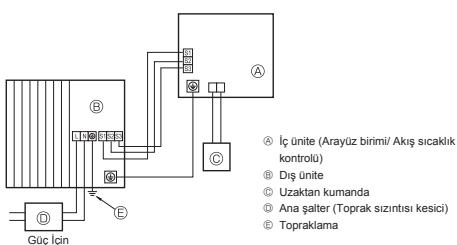
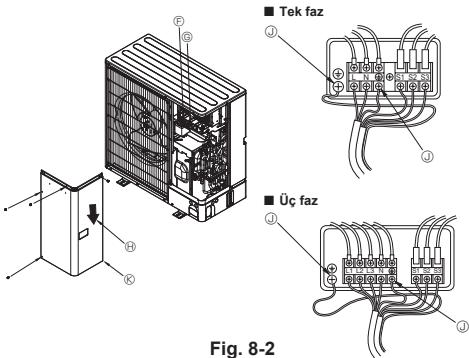

Fig. 8-1
Fig. 8-2
8.1. Dış ünite (Fig. 8-1, Fig. 8-2)
- ① Servis panelini sökünen.
- ② Fig. 8-1 ve Fig. 8-2'ye bakarak kabloları bağlayın.